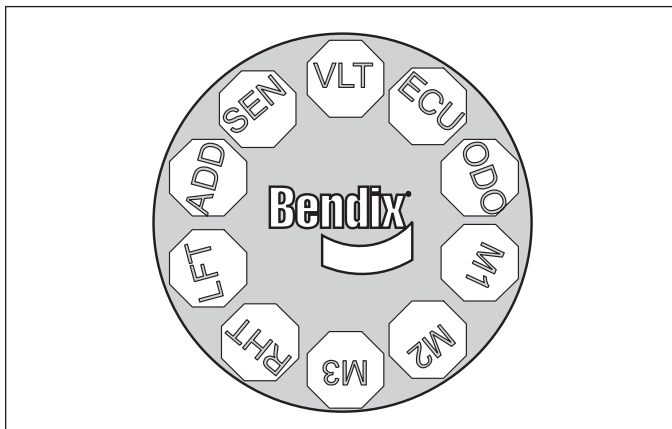

Figura 13: monitor de herramienta de la TRDU™ de Bendix®
Si la ECU del ABS tiene por lo menos un (1) DTC activo, la herramienta de la TRDU muestra el primer DTC al encender el LED rojo, que indica que el componente del ABS no funciona y la ubicación en el vehículo. Consulte la figura 13.